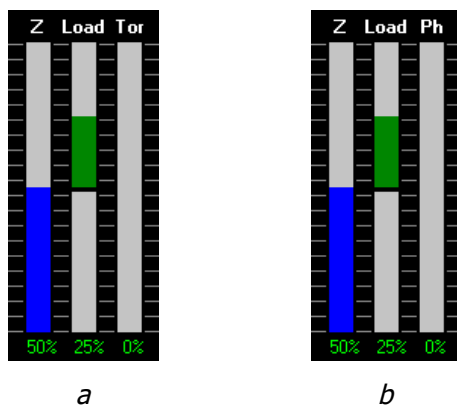

Рис. 2.4. Панель индикаторов в статическом (а) и динамическом (b) режимах.
Панель **индикаторов** (рис. 2.4) активизируется кнопкой  в линейке инструментов или командой меню *View > Indicator* и графически показывает состояние наиболее важных параметров измерительной системы:
- *Tor* (в статическом режиме, Рис. 2.4 а) – значение кручения, определенное по соотношению сигналов от левой и правой половин фотодетектора. Равновесное состояние кантилевера, то есть отсутствие кручения, соответствует 50%;
- *Ph* (в динамическом режиме, рис. 2.4 б) – сдвиг фазы колебаний кантилевера зонда (в градусах). Сдвиг между фазой входного сигнала, управляющего колебаниями кантилевера зонда, и выходного сигнала, регистрируемого на фотодетекторе. Сдвиг обусловлен механическими процессами, происходящими при контакте острия зонда с измеряемой поверхностью, и несет дополнительную информацию о локальных свойствах поверхности.